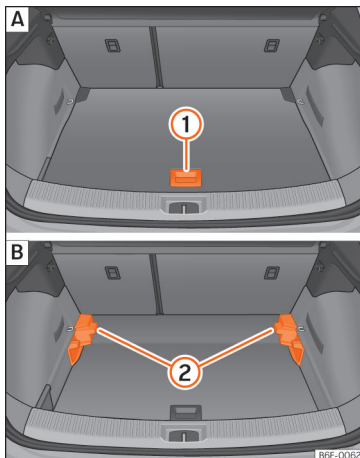

Abb. 127 Variabler Gepäckraumboden: **A** Hochstellung; **B** Tiefstellung.
- Um von der niedrigen in die hohe Position überzugehen, heben Sie den Boden am Haltegriff »» **Abb. 127 ①** an und ziehen Sie ihn nach hinten, bis der vordere Teil des Bodens vollständig über den Halterungen **②** liegt.
- Den Gepäckraumboden nun bis zum Anschlag an den Rücksitzlehnen nach vorne schieben und mit Hilfe des Haltegriffs **①** absenken.
- Um von der hohen in die niedrige Position überzugehen, heben Sie den Boden am Haltegriff »» **Abb. 127 ①** an und ziehen Sie ihn nach hinten, bis der vordere Teil des Bodens vollständig über den Halterungen **②** liegt.
- Bei einem variablen Boden in hoher Position diesen am Haltegriff anheben » Abb. 127 ①, daran ziehen und in Richtung der Rücksitzlehne bewegen bis der Boden an der Scharnierlinie eingeklappt wird und sich der bewegliche Teil des Bodens auf diesem befindet.